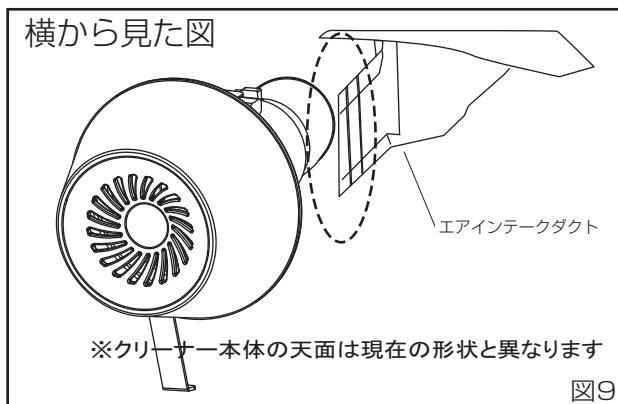

図9
**注意** 車両個体差によりエアインテークダクトのエア導入口（エアクリーナーケース側）が若干、干渉する場合があります。その場合はエアインテークダクトを1cm程度カットしてご使用下さい。(図9)